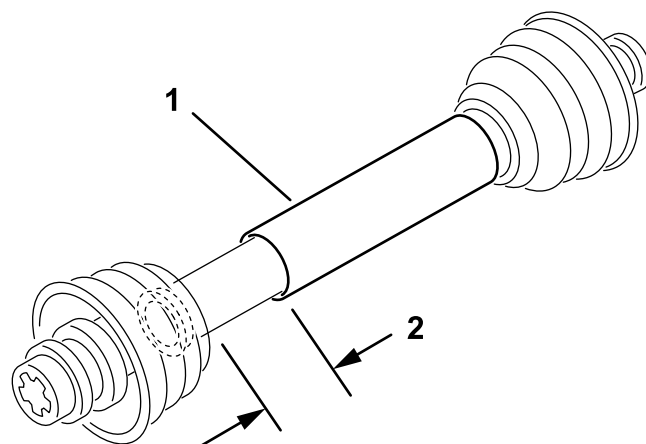

Figura 2
3. Quando instaladas na máquina, as duas metades do veio da tomada de força têm de ter, pelo menos, 37 mm de espaço adicional para desabar, no seu comprimento mais curto (Figura 2).